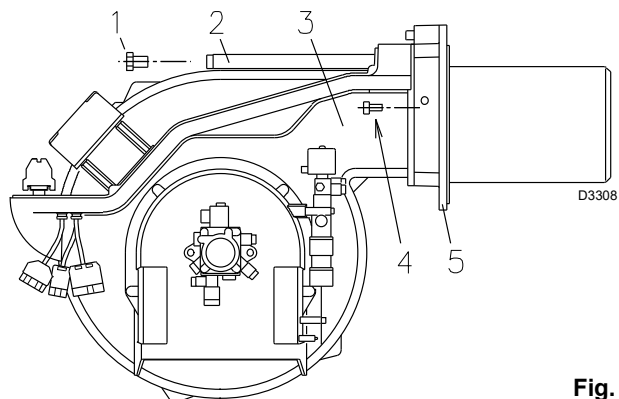

Fig. 12
- Sacar las tuercas 1)(Fig. 12) y el disco 2)
- Sustituir la boquilla con la llave 3)(Fig. 12).